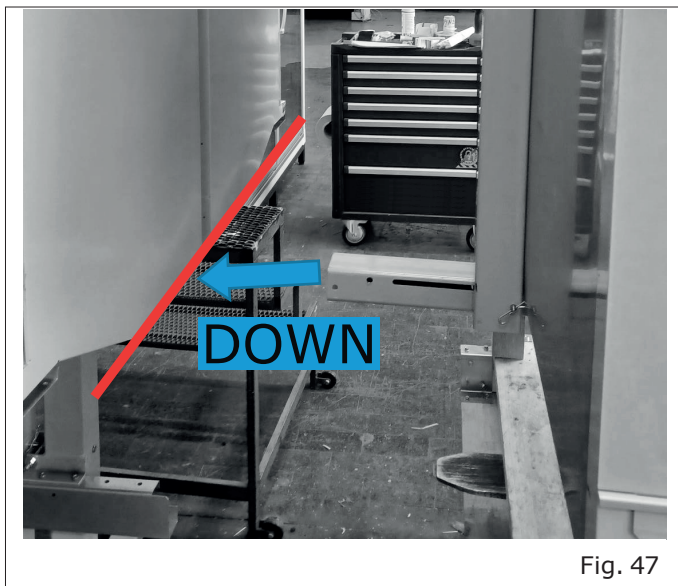

Fig. 47
- Positionnez l'armoire de manière à ce que le longeron supérieur soit au-dessus de la ligne de toit de la télécabine ("Fig. 46") et que le longeron inférieur est en dessous de la ligne de la gondole ("Fig. 47 , Pag. 31").